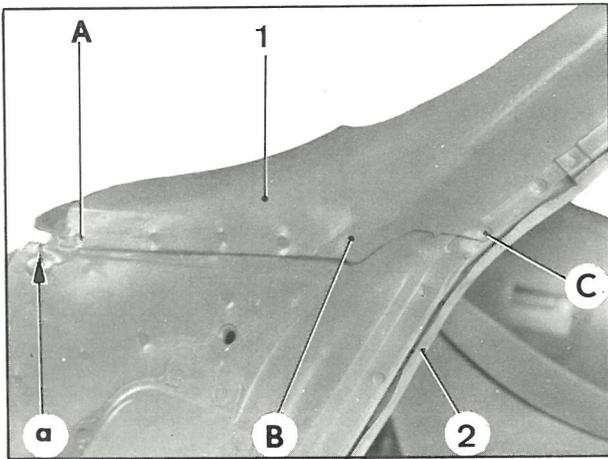

Fig. 1
- la tôle de baie (1), en C (fig. 1)